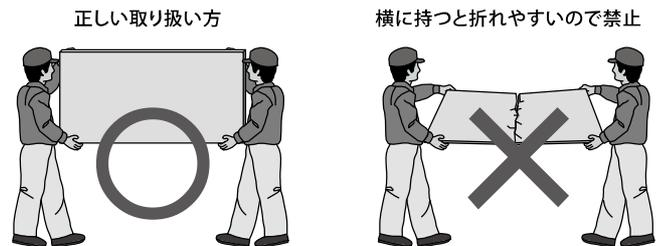

図2 Belleスマート 取扱い方法
- 図2の様に必ず2名で持ち運びし、パネルを垂直(タテ)にして、運搬・移動を行って下さい。